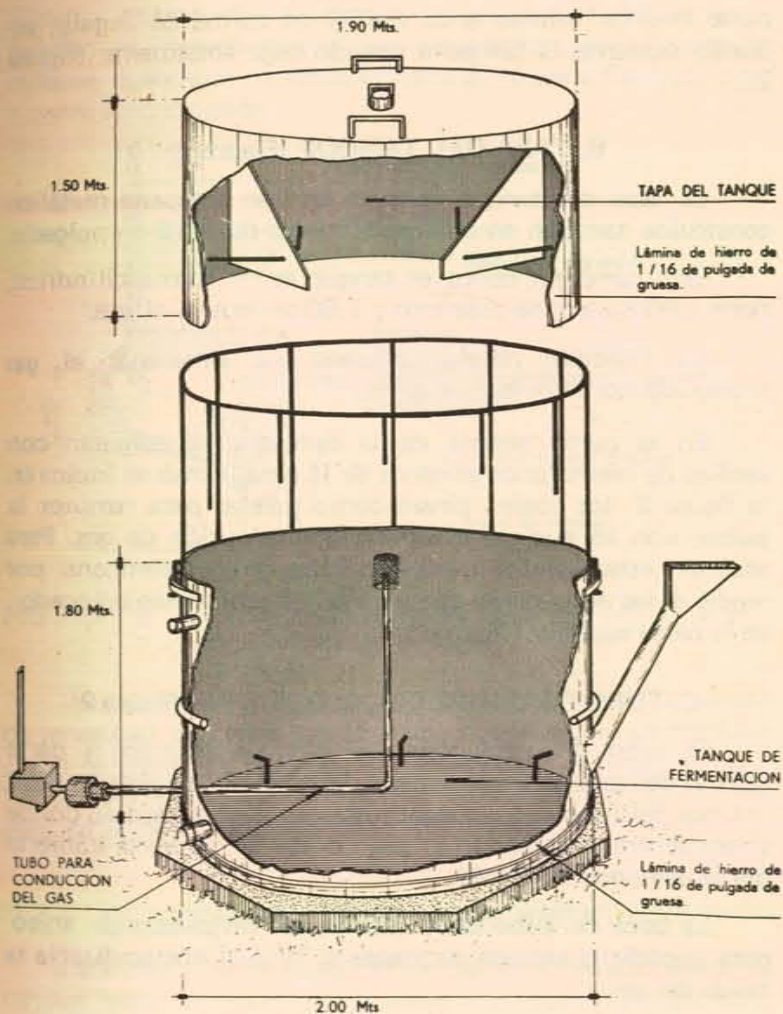

FIGURA 2 Esquema de la planta de gas. Tanque de fermentación, campana o tapa del tanque, tubo de carga y tubo de conducción del gas.
A. TANQUE DE FERMENTACION (Figura 2).
parte inferior interna unas varillas en forma de ángulo, en donde descansa la campana cuando baja totalmente (figura 2).
B. TAPA DEL TANQUE (Figura 2)
En la parte interna de la campana se aseguran con varillas de hierro unos pedazos de lámina, como se indica en la figura 2, los cuales sirven como paletas para remover la pulpa, con lo cual se estimula la producción de gas. Para accionar estas paletas, basta con hacer girar la campana, por medio de las agarraderas que para tal efecto se han colocado en la parte superior (figura 2).
C. TUBO DE CONDUCCION DEL GAS (Figura 2)
El tubo de conducción del gas, empieza en la parte central del tanque y por encima del nivel de la pulpa; es decir, la boca del tubo debe quedar justamente en el espacio donde se encuentra almacenado el gas, o sea en la parte cubierta por la campana (figura 2).
El tubo baja por todo el centro hasta la parte inferior del tanque, por donde sale al exterior (figura 2).